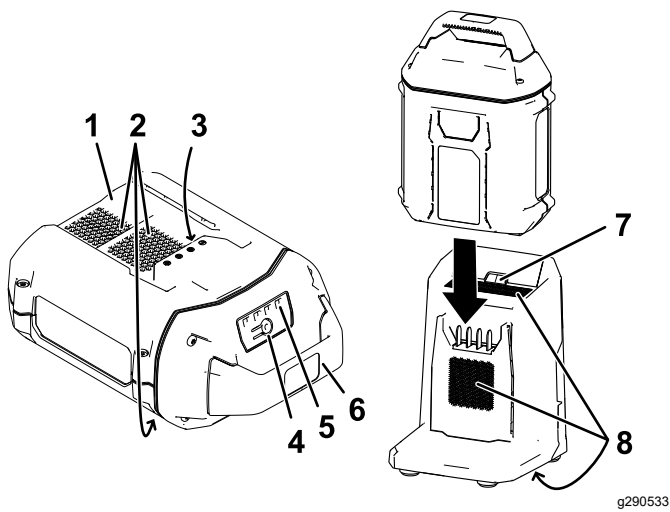

Figura 23
- Aliniați canalul acumulatorului (Figura 23) cu limba încărcătorului.
- Glisați acumulatorul în încărcător până când este fixat corespunzător (Figura 23).